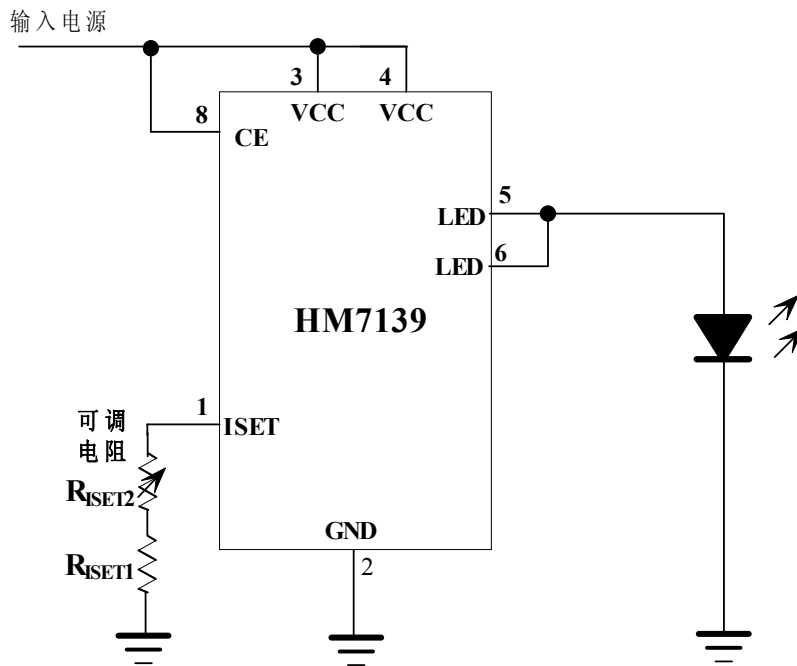

图5 用可变电阻调整发光二极管的亮度
3. 用可变电阻调整发光二极管的亮度，如图5所示
用一个可变电阻可以连续调整发光二极管的亮度，如图5所示。 $R_{ISET1}$ 设置了流经LED管脚的最大电流， $R_{ISET2}$ 为可变电阻，改变 $R_{ISET2}$ 的电阻值就可以连续改变发光二极管的亮度。